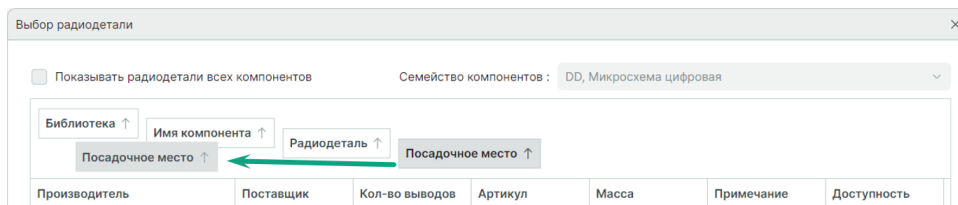

Рис. 111 Изменение порядка группировки
5. Изменение порядка группировки можно произвести перемещением заголовка столбца с помощью механизма «drag-and-drop», см. Рис. 111.